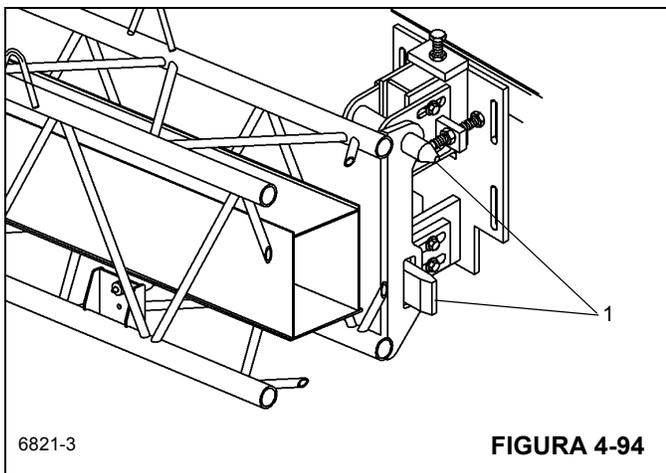
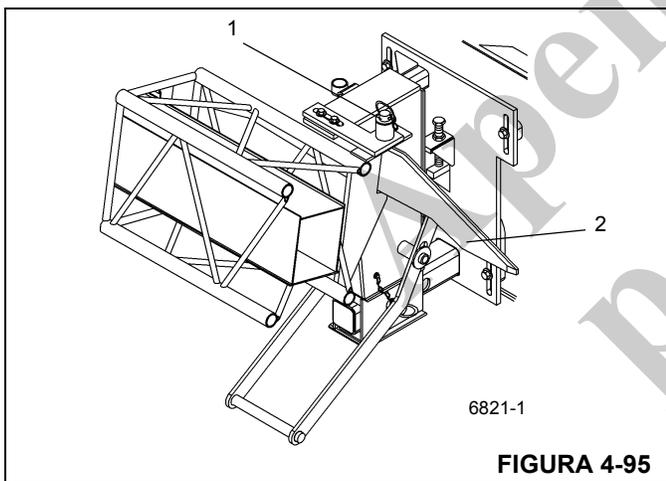

FIGURA 4-94
FIGURA 4-95
8. Estenda a lança 51 a 64 cm (20 a 25 pol.) aproximadamente. Verifique se os olhais de armazenamento da extensão da lança se alinham na frente dos pinos guia (Figura 4-94, 1) e sobem (Figura 4-95, 2) nos suportes de armazenamento quando a extensão da lança é posicionada ao lado da lança.
9. Verifique se de que o pino da presilha e o pino do engate (Figura 4-95, 1) foram removidos do suporte de armazenamento traseiro.
11. Alinhe as olhas de armazenamento da extensão da lança aos pinos de guia, fixe (Figura 4-95, 2) nos suportes de armazenamento e retraia totalmente a lança.
12. Instale o pino do engate e o pino da presilha (Figura 4-95, 1) que fixam a extensão da lança no suporte de armazenamento traseiro.